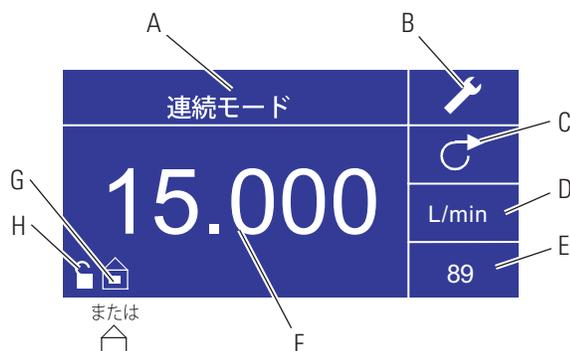

図 3-2. 連続モードスクリーン
- F. 現在の流量 中央の桁は、右側に表示されている選択された単位での、駆動部の流量を示しています (図 3-2、位置 D 参照)。